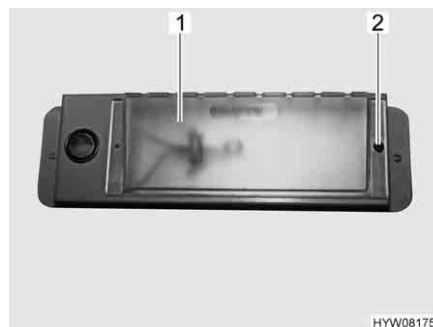

Fig. 116 Lampada del garage
- Svitare la vite di fissaggio (Fig. 116,2).
- Spostare e rimuovere la copertura (Fig. 116,1).